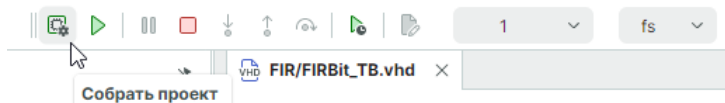

Рис. 29 Расположение кнопки «Собрать проект»
2. На панели инструментов «HDL моделирование» нажмите кнопку  «Собрать проект», см. Рис. 29.